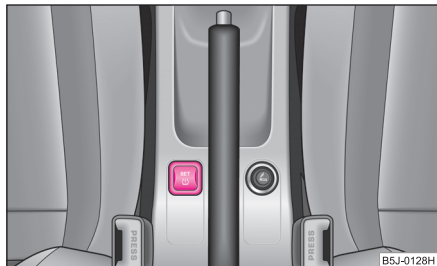

Abb. 160 Taste zum Einstellen des Reifendruck-Kontrollwertes
- Drücken Sie die Taste **SET** (L) ⇒ Abb. 160 länger als 2 Sekunden. Während des Drückens der Taste leuchtet die Kontrollleuchte (L). Gleichzeitig werden die Grundwerte gespeichert, was mit einem akustischen Signal und anschließendem Erlöschen der Kontrollleuchte (L) bestätigt wird.
- Wenn die Kontrollleuchte (L) nach der Grundeinstellung nicht erlischt, liegt ein Fehler im System vor. Suchen Sie den nächsten Fachbetrieb auf.